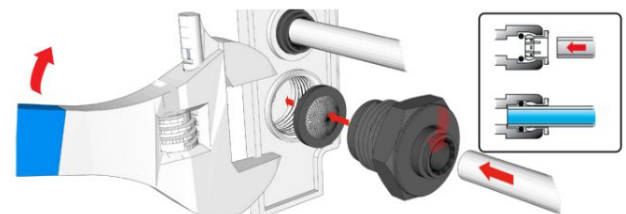

Fig. 2
Passo 3 - Substitua o filtro de entrada (Fig. 2)